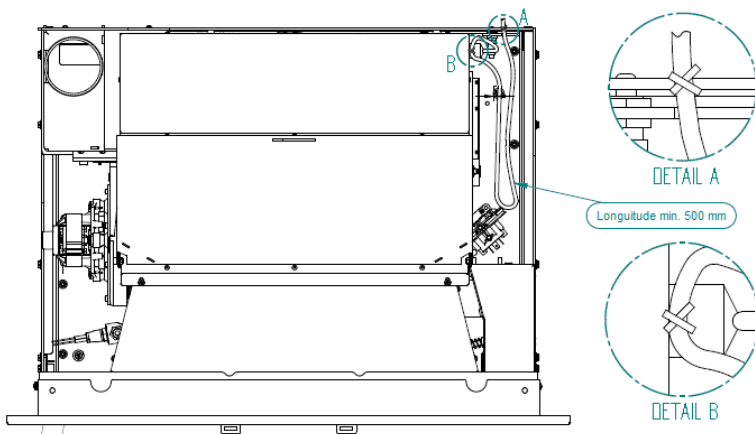

Figura 11 – Ligação elétrica
- Depois de conectar o cabo eléctrico na coluna do silo, é necessário prender o cabo na mesma coluna e a base, certificando-se de deixar o comprimento de cabo, suficiente para que o equipamento possa fazer todo o percurso nas calhas (500 mm), sem o cabo estar em tensão ou tocar nas partes quentes, Figura 11.